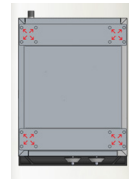
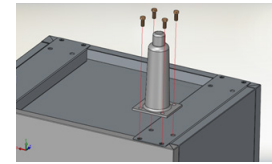

Fig. 1
Fig. 2
5. Retirer les grilles en fonte et les brûleurs de l'appareil. Mettre l'appareil à l'envers et placer chaque pied en alignant les trous de vis sur ceux de la plaque de fixation (Fig. 1). Attacher chaque pied à la plaque avec quatre vis et serrer (Fig. 2). Une fois les pieds attachés, remettre l'appareil à l'endroit et remettre les brûleurs et les grilles en place.